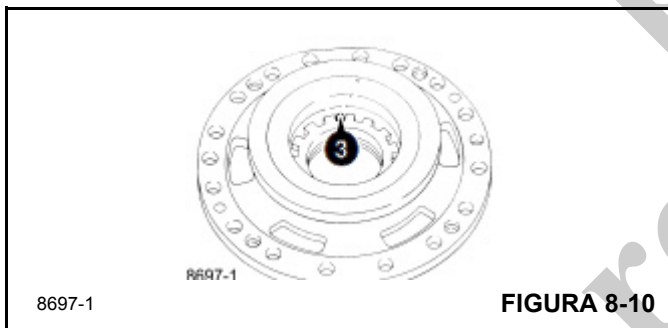

FIGURA 8-10
3. Remova o contrapino da porca lateral do diferencial (Figura 8-10) para permitir o reajuste na montagem. Remova o outra carcaça do pistão do freio somente se estiver danificada, mas remova seu contrapino (para permitir o ajuste da carga lateral na montagem).